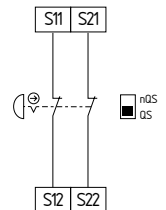

Fig. 9
**Circuit d'arrêt d'urgence à 2 canaux avec organes de commande selon EN ISO 13850 et EN 60947-5-5 (Fig. 9)**